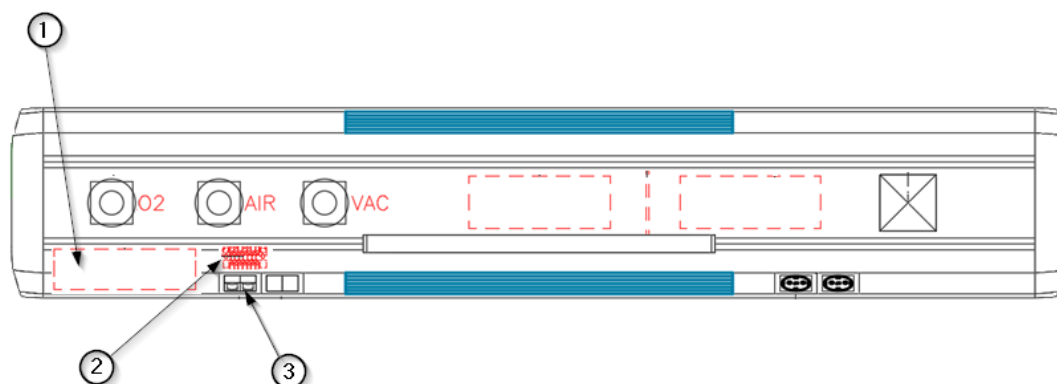

Fig.9 Détail des points de connexion électrique à N270
Les circuits électriques, vocaux et de données entrent dans l'équipement par une fenêtre ① dont les dimensions et l'emplacement sont détaillés dans le plan d'installation de l'équipement. Les circuits électriques se terminent dans un bornier commun ②, sauf pour la voix, les données, dont la connexion est directe au mécanisme correspondant ③. Voir figure 9.